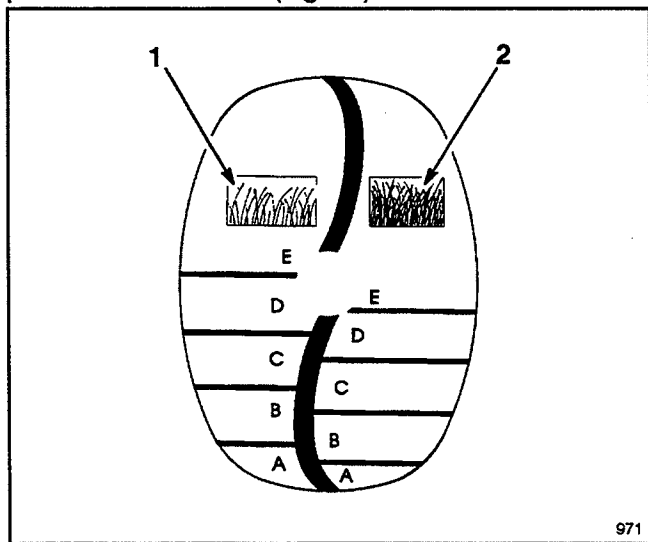

Figure 17
1. Avant de démarrer le moteur et de commencer à tondre, pousser la tondeuse dans l'herbe jusqu'à ce l'échelle SmartWheel sur la roue arrière gauche soit parfaitement verticale (Fig. 17).
2. Voir jusqu'où l'herbe arrive sur l'échelle SmartWheel (Fig. 17). La lettre correspondant au sommet